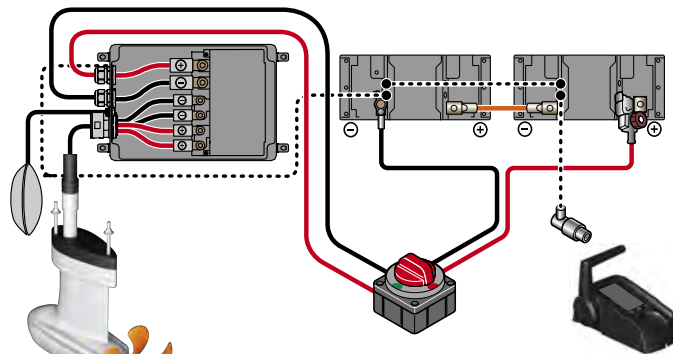

Fig. 56: Schema elettrico Power 26-104
2. Collegare i cavi rimanenti alle batterie, vedere "**Fig. 56: Schema elettrico Power 26-104**".